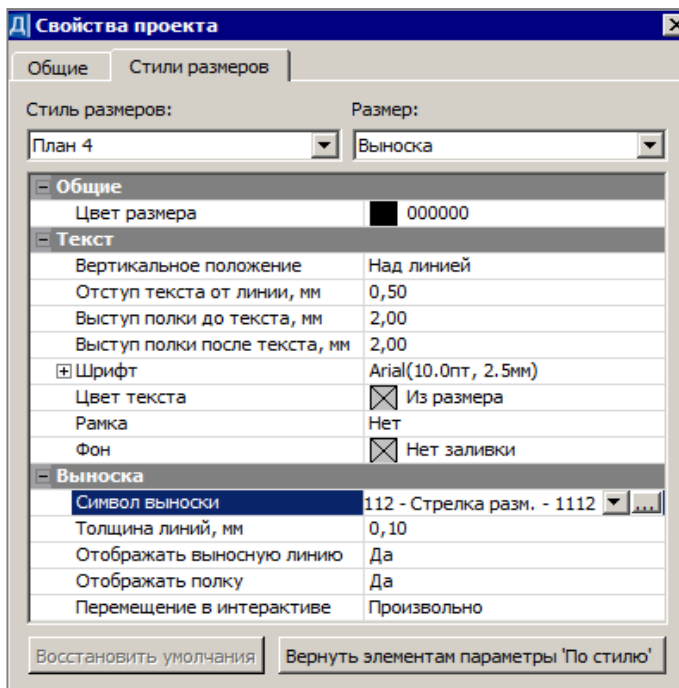

Рис. 29.16
- **Подпись на выноске.** Это размер, параметры которого заданы через стиль **План 4/ Выноска**. Их можно изменить при помощи команды **Свойства проекта** контекстного меню для проекта ОДД – вкладка **Стили размеров** (рис. 29.16).